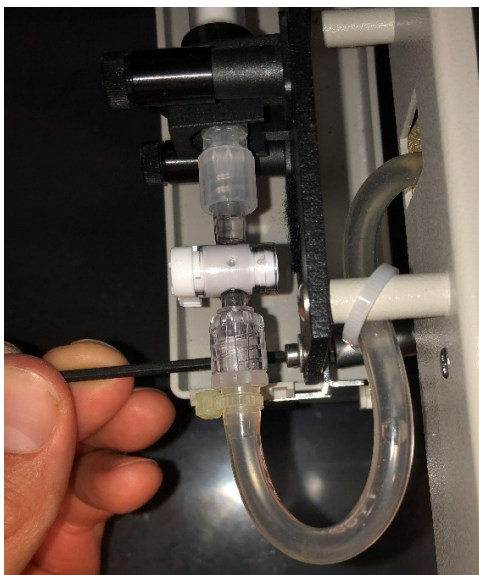

Figura 8.
- Utilizzare la bussola per montare il dado dal lato posteriore, Figura 8
- Utilizzare la chiave esagonale e la bussola per serrare manualmente il bullone/dado, Figura 8